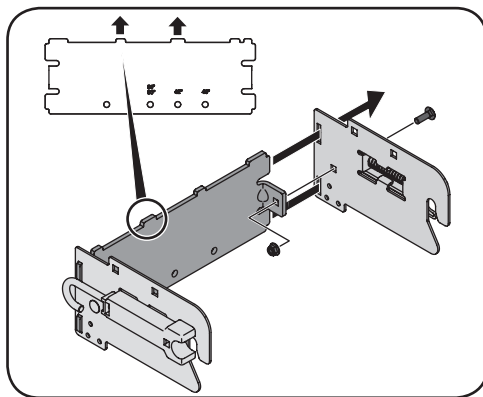

Figura 1-1
1. Inserte los extremos del soporte posterior a través de las estrechas ranuras de la parte posterior de cada soporte lateral. Vea la Figura 1-1.
2. Asegure las lengüetas dobladas del soporte posterior a los soportes laterales con un tornillo de carro (Ref. nº9) y tuerca de seguridad de nylon (Ref. nº11). Vea la Figura 1-1.
**NOTA:** Los pestillos de los soportes laterales deben colocarse con la abertura hacia abajo del lado exterior del soporte y las lengüetas del soporte posterior deben estar hacia arriba. Vea el recuadro de la Figura 1-1.